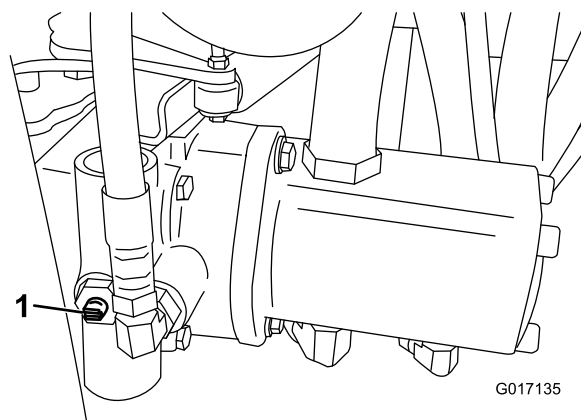

Figura 24
1. Localize a válvula de derivação na bomba e rode-a de forma a que a ranhura fique na vertical (Figura 24).
2. Antes de ligar o motor, feche a válvula de derivação rodando-a de forma a que a ranhura fique na horizontal (Figura 24). Não ligue o motor quando a válvula se encontrar aberta.